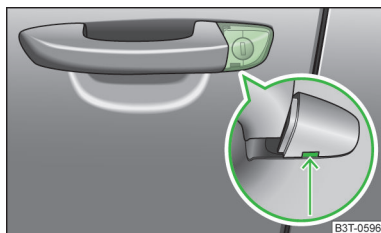

Fig. 189
- Introduceți cheia autovehiculului în fanta din partea de jos a capacului, în sensul săgeții, și rabatați în sus » fig. 189.